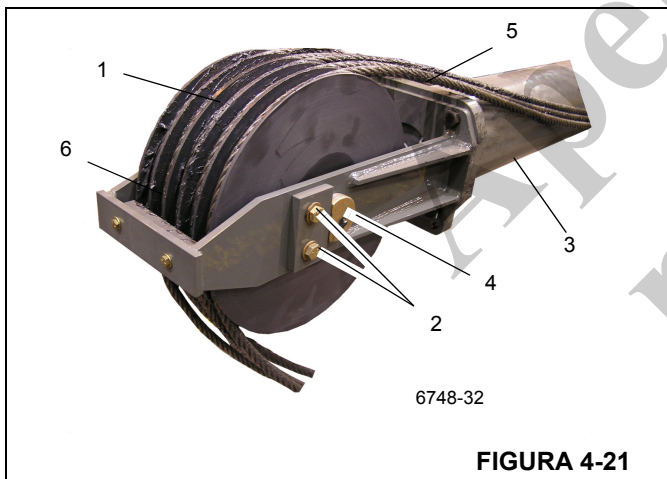

FIGURA 4-21
- b. Instale a graxeira (4) (Figura 4-21) no eixo.
4. Passe os cinco cabos de extensão (5) (Figura 4-21) por cima e em volta do conjunto de polias dos cabos de extensão aproximadamente 1 pé no cilindro. Para auxiliar na montagem, prenda os cabos na extremidade superior do cilindro, passando a fita em volta do cilindro.
5. Posicione o retentor de cabos (6) (Figura 4-21) sobre o eixo da polia e fixe-o no conjunto de montagem de polias com quatro parafusos e arruelas. O retentor prende o eixo da polia.